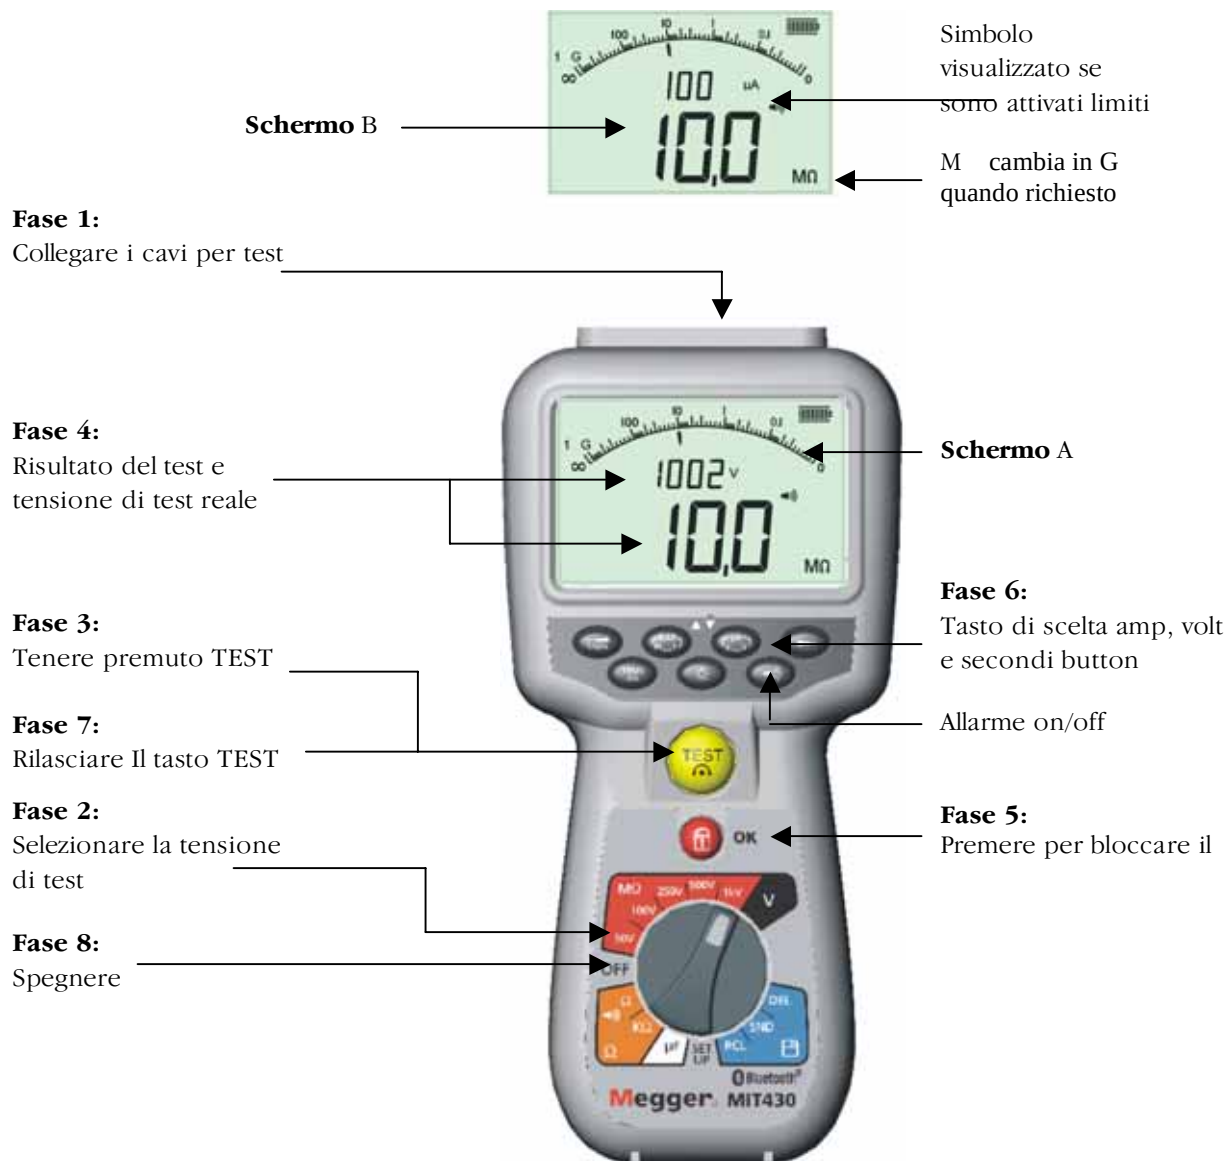

Figura 6 Test di isolamento in modalità standard
(Vedere la figura 6)
4. Il valore della resistenza all'isolamento, sia in forma analogica che digitale, viene visualizzato insieme con la tensione reale del test visualizzata sul display secondario (vedere schermata A della figura 6).